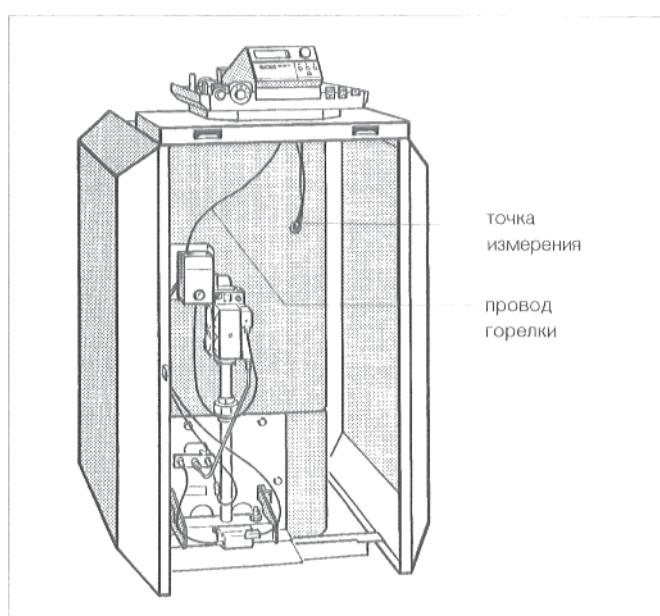

Рис. 16: передняя сторона котла
- Проложить капиллярные трубы датчиков температуры и, при "Ecomatic"-регулировании, провод датчика температуры котельной воды под передним кожухом котла вперед, к точке измерения. Капиллярные трубы раскручивать только до необходимой длины (рис. 16).
- Проложить провод горелки - у G124 XV также и провод для подключения насоса - под передним кожухом котла назад, к стороне подключения регулятора (рис. 16).